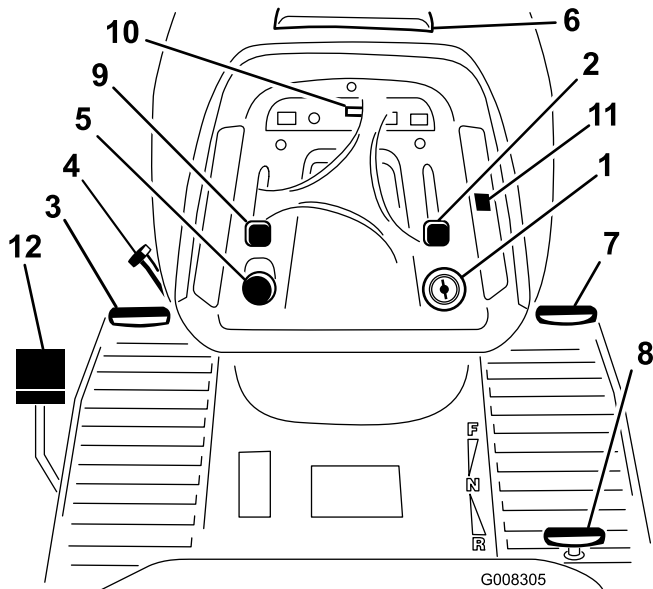

Bild 3
Machen Sie sich mit den Bedienelementen vertraut (Bild 3) bevor Sie den Motor anlassen und die Maschine einsetzen.
1. Treten Sie das Bremspedal (Bild 3) durch und halten Sie es gedrückt.
2. Drehen Sie den Feststellbremshebel (Bild 3) nach links und nehmen den Fuß langsam vom Bremspedal.
1. Treten Sie das Bremspedal durch (Bild 3).
2. Drücken Sie den Tempomat Schalter auf Ein (Bild 3).
Der Betriebsstundenzähler befindet sich auf dem Instrumentarium (Bild 3) und zeigt die Anzahl der aufgelaufenen Betriebsstunden an.